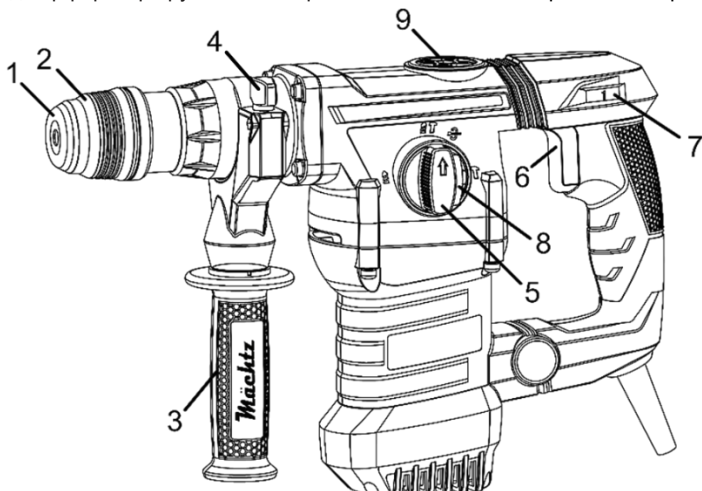

Рисунок 1
- встановити перемикач (5, рисунок 1) у положення «» (у цьому положенні перемикач не фіксується);
- встановити перемикач (5, рисунок 1) у положення «» (ударний режим). У цьому положенні відбувається фіксація орієнтації довбального інструменту.
4.2 Виберіть необхідний режим роботи виробу за допомогою перемикача (5, рисунок 1) згідно з таблицею 1. При необхідності використання виробу в режимі свердління встановіть швидкозатискний свердлильний патрон через адаптер (продаються окремо!) в патрон SDS-Plus.
4.3 Встановіть необхідне значення швидкості обертання патрона (частоти ударів) шляхом обертання коліщатка регулятора-обмежувача (7, рисунок 1).
4.4 Для ввімкнення виробу натисніть на пускову клавішу (6, рисунок 1). Для вимкнення виробу достатньо відпустити пускову клавішу.